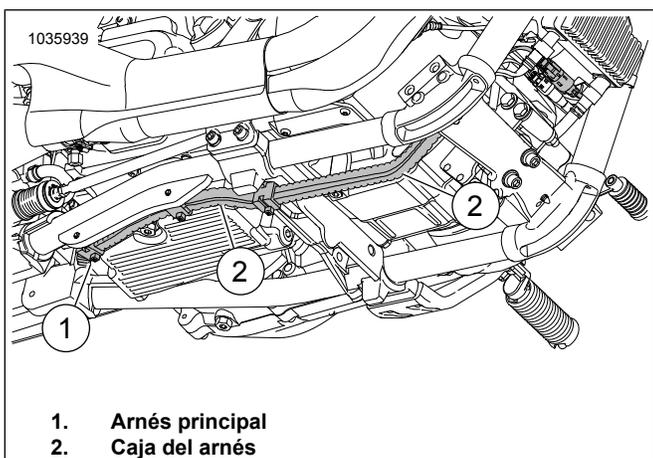

Figura 44. Caja del arnés
14. Vea la Figura 44. **Sensor de oxígeno delantero (cable del arnés largo):**
- Ubique el arnés principal (1) dirigido hacia la caja del arnés (2).
- Enrute el arnés a lo largo de la caja del arnés principal (2) hacia el conector del sensor de oxígeno delantero.
- Asegure el arnés al lado interior de la caja del arnés (2) con las correas de cables según sea necesario.